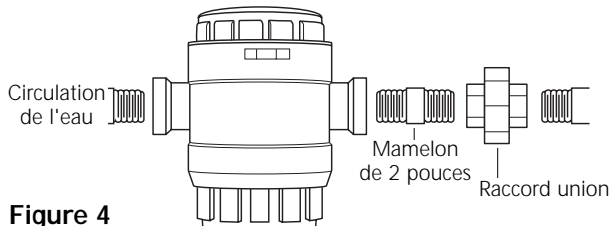

Figure 4
- Envelopper les filets du tuyau venant du compteur d'eau de trois tours de ruban d'étanchéité en téflon. Dans l'orifice repéré «IN» (voir la Figure 4), visser à la main le filtre sur le tuyau d'eau jusqu'à ce qu'il soit serré. Il sera plus facile d'installer le filtre si on dépose sa cuve. NE PAS SERRER EXAGÉRÉMENT.
- Envelopper chaque extrémité du mamelon de 2 pouces de trois tours de ruban d'étanchéité en téflon, puis visser une extrémité du mamelon dans l'orifice repéré «OUT» du filtre (voir la Figure 4). Visser le raccord union sur l'autre extrémité du mamelon.